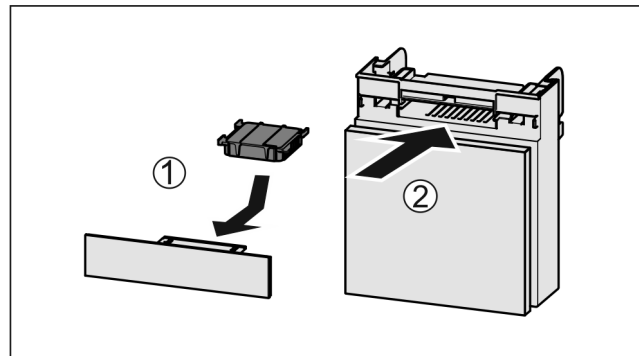

Fig. 88
- Aktivkohlefilter nach Abbildung einsetzen Fig. 88 (1).
- Fach einschieben Fig. 88 (2).